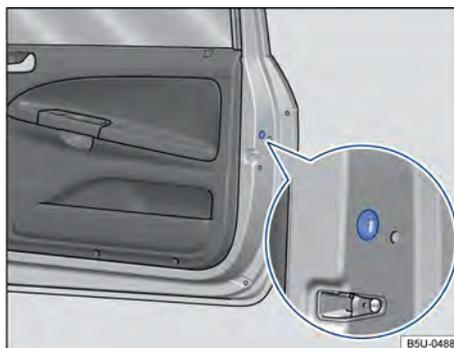

Fig. 45 Na parte dianteira da porta direita: travamento de emergência, coberto por uma vedação de borracha.
- Remover a vedação de borracha na lateral da porta. A vedação está identificada por um cadeado  → Fig. 45.